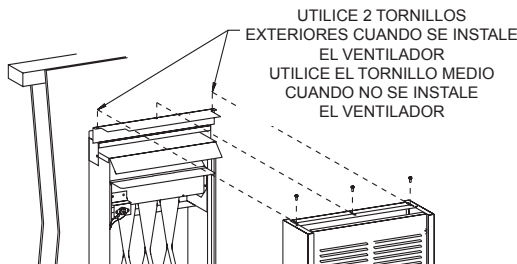

Figura 11
9. Fije la carcasa exterior al ensamble del cabezal. Atención: No se utilizará el orificio de separación central. Los dos orificios de separación exteriores se utilizarán para fijar la cubierta exterior al conjunto del cabezal, un tornillo de Paso 4 y un tornillo suministrado en el paquete de hardware. Consulte la **Figura 11**.